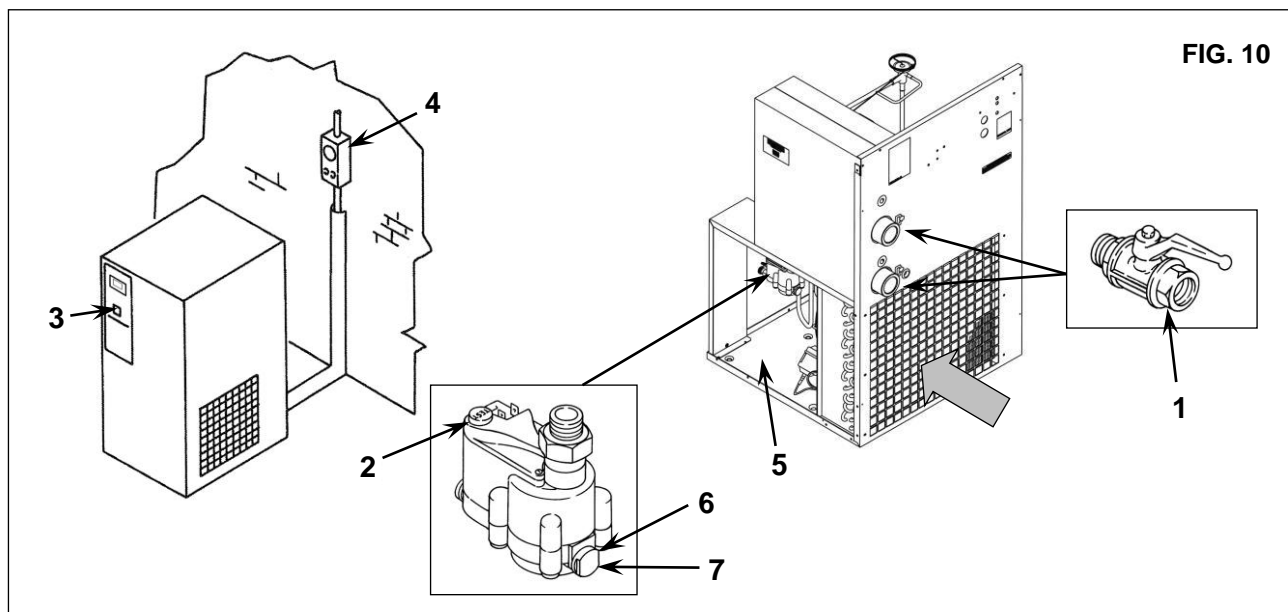

FIG. 10
15.2 CURĂȚAREA FILTRULUI DE EVACUARE AUTOMATĂ A CONDENSULUI (fig. 10)
- Închideți robinetul ref. 1 fig. 10
- Eliberați presiunea din uscător prin apăsarea butonului de evacuare a condensului, "TEST", poziționat pe capcana de abur Ref. 2 fig. 10
- Rotirea întrerupătorului în poziția "0" ref. 3 fig.10
- Opriți alimentarea (consultați întrerupătorul de separare ref. 4 fig. 10)
15.3 CURĂȚAREA CONDENSATORULUI (fig. 10)
- Îndepărtați panourile, ref.5 fig. 10
- Curățați aripioarele condensatorului ref. 1 cu aer comprimat (fig. 10) **NU UTILIZAȚI APĂ SAU SOLVENȚI**
- Închideți panourile, ref.5 fig. 10